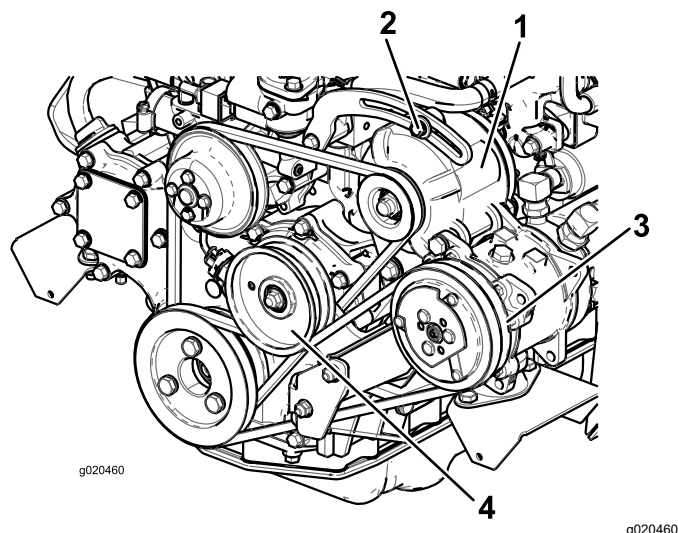

Figure 76
Si vous n'obtenez pas une flèche de 10 mm (3/8 po), desserrez les boulons de fixation de l'alternateur (Figure 76).
2. Si vous n'obtenez pas une flèche de 10 mm (3/8 po), desserrez les boulons de fixation de la poulie de tension (Figure 76).